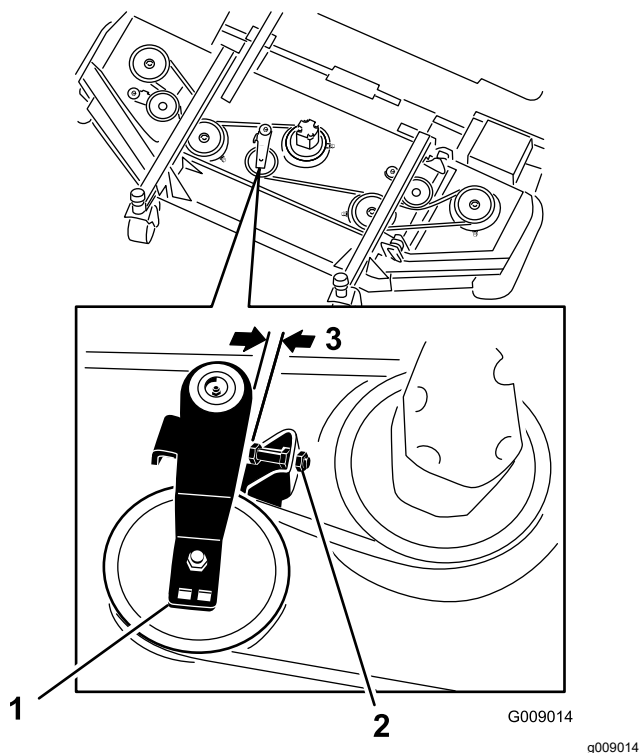

Рисунок 124
3. На передней деке в среднем положении отпустите контргайки на винте упора натяжного ролика и заверните винт упора в кронштейн (**Рисунок 124**).
4. Используя гаечный ключ с храповиком или аналогичный инструмент, отодвиньте натяжной ролик каждой боковой деки от приводного ремня, чтобы ослабить натяжение ремня и снять его со шкива боковой деки (**Рисунок 124**).